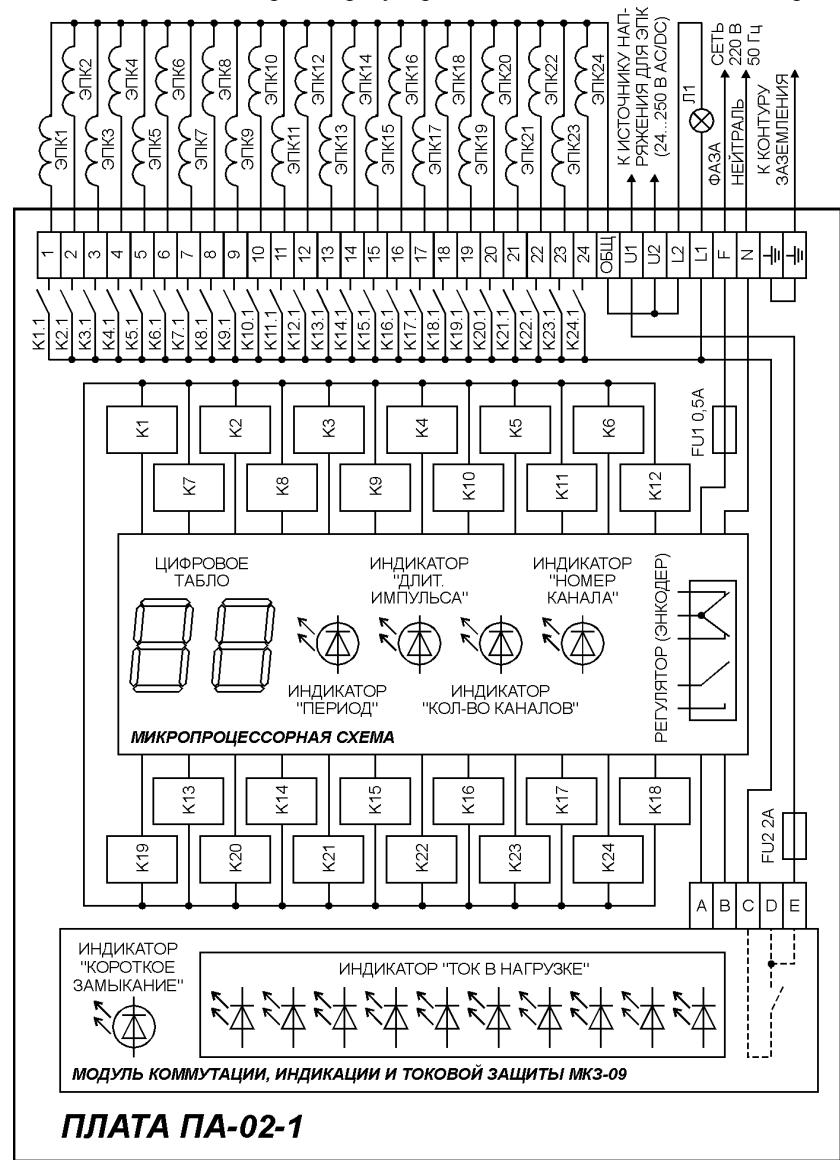

Рис. 2. Схема подключения и органы управления платы ПА-02-1
Схема подключения, органы регулировки и индикации показаны на рис. 2.
7.2. Управляющие провода ЭПК подключаются к клеммам 1 - 24 (при количестве каналов – 24). Если число рукавов (картриджей) фильтра меньше 24, то для подключения ЭПК необходимо использовать соответствующее количество клемм платы, начиная с клеммы 1 (см. рис. 2).